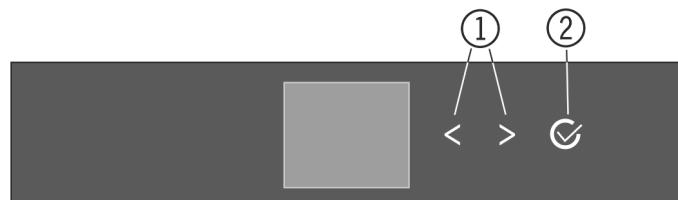
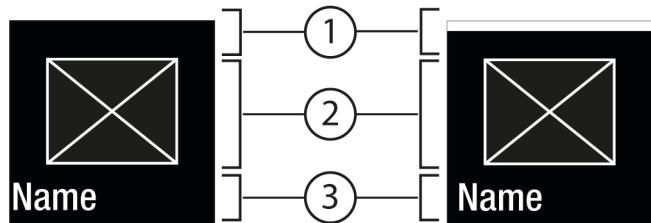
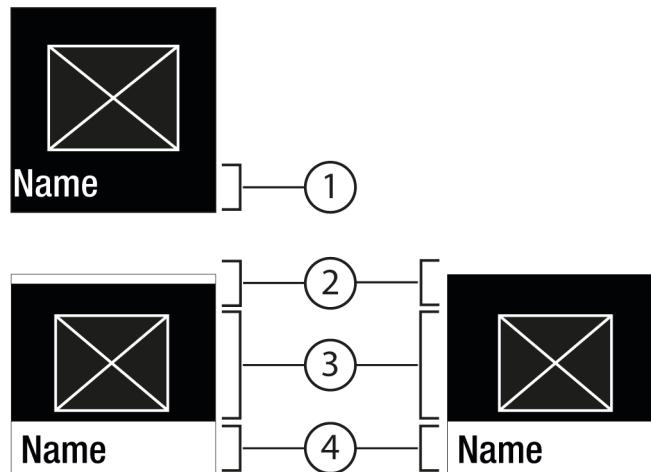

Fig. 5
Fig. 6
Fig. 7
(1) Навигационная стрелка влево / вправо
(2) Подтвердить
#### Навигационная стрелка влево / вправо Fig. 5 (1):
#### Подтвердить Fig. 5 (2):
- Навигация при помощи навигационной стрелки влево / вправо Fig. 5 (1).
- С помощью Подтвердить Fig. 5 (2) вызвать Подменю Fig. 7 (4).
- Установка нового значения: С помощью Подтвердить Fig. 5 (2) выбрать деактивированное значение Fig. 6 (1).
- Назад в меню: С помощью Подтвердить Fig. 5 (2) выбрать уже активированное значение Fig. 6 (2).
- Навигационные стрелки Fig. 5 (1) нажмите до тех пор, пока не появится индикация функции .
- Нажмите на Подтвердить Fig. 5 (2).
- Навигационные стрелки Fig. 5 (1) нажимайте до тех пор, пока не появится индикация функции.
- С помощью навигационных стрелок Fig. 5 (1) выберите значение настройки.
- Состояние: активировано Fig. 6 (1) появляется ненадолго в Подменю Fig. 7 (4).
- Нажмайте навигационные стрелки Fig. 5 (1) до тех пор, пока не появится индикация настроек .
- Нажмайте навигационные стрелки Fig. 5 (1) до тех пор, пока не появится индикация требуемой настройки.
- Нажмите и удерживайте в течение 3 секунд Подтвердить Fig. 5 (2).